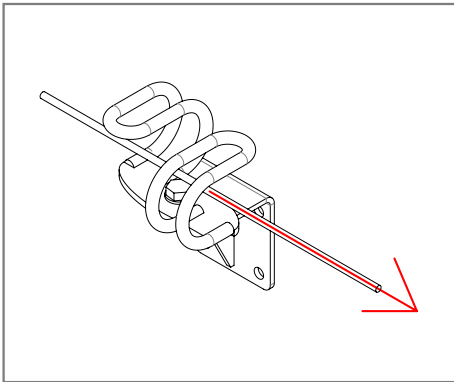

Figura 3
- Posizionare eventuali punti intermedi o curva e accomodarvi il cavo di acciaio [Figura 3].